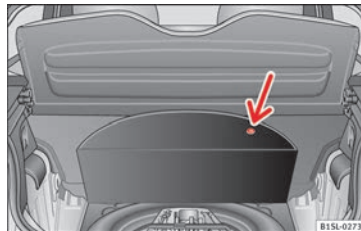

Bild 77 I bagageutrymmet: Lyft matta.
Verktygssatsen, reservhjulet, nödhjulet och däckreparationssatsen förvaras i bagagerummet under den mattbäklädda golvpanelen » **bild 77**.
• Lyft upp mattan i bakkanten (se pilen) » **bild 77**.